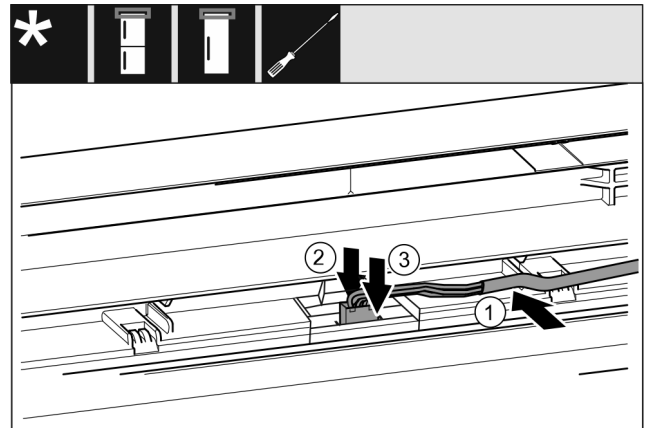

Fig. 42
- ▶ Poser le câble gris dans le guide de la porte supérieure. *Fig. 42 (1)*
- ▶ Repousser l'ergot vers l'arrière. *Fig. 42 (2)*
- ▶ Insérer le connecteur. *Fig. 42 (3)*